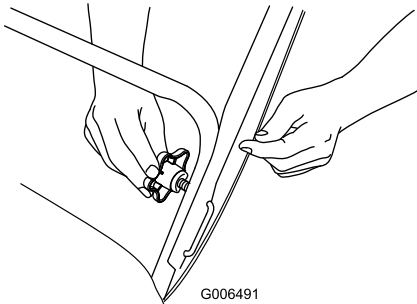

Figure 4
2. Insérez le dispositif de blocage en U dans le trou libre du guidon et serrez fermement les boutons du guidon (Figure 4).